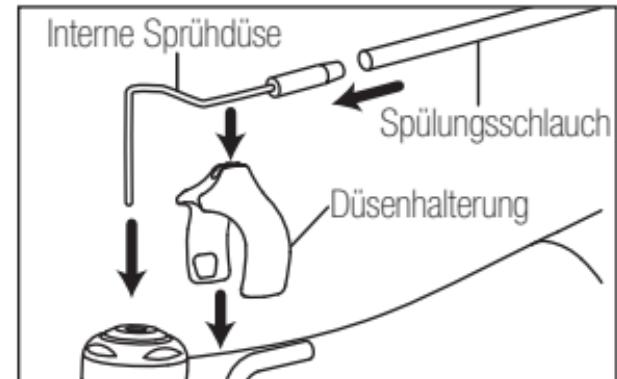

Abb. 3
- 1) Setzen Sie die Düsenhalterung ein. (Abb.3)
- 2) Setzen Sie die Spülungsdüse in die interne Sprühdüse ein. (Abb.3)